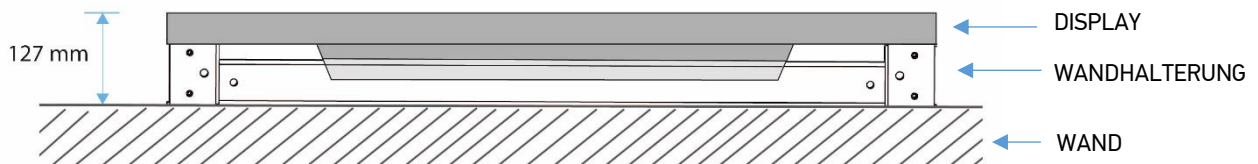

Abbildung 4 – Wandabstand
Bitte beachten Sie bei der Montage, dass die Luftzufuhr sowie die Lüftungsöffnungen nicht verdeckt werden. Der Abstand (A) von Wand zu Display muss mindestens 40 mm betragen. (Siehe Abbildung 4 – Wandabstand)
Die Mitgelieferte Wandhalterung stellt eine ausreichende Luftzufuhr sicher. Die Tiefe des Displays inkl. Wandhalterung beträgt 127 mm. (Siehe Abbildung 4 – Wandabstand)